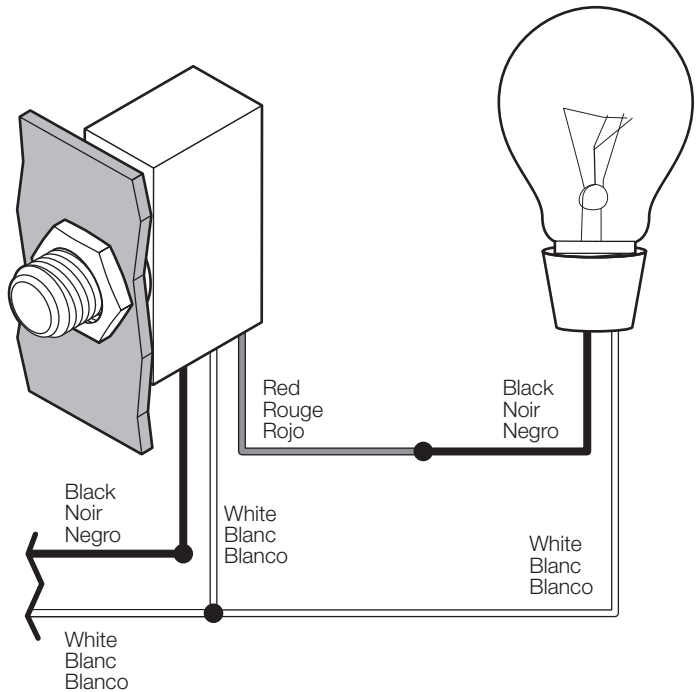

FIG. 2. Wiring Diagram
4. Wire the photocontrol. Refer to FIG. 2.
4. Branchez le photocontrôle. Reportez-vous à la FIG. 2.
4. Coloque los cables en el control fotelectrónico. Consulte la FIG. 2.